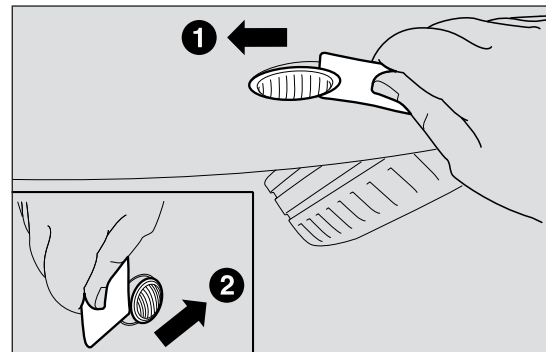

РИС. 128
- надавить на прозрачный корпус, воздействуя вначале от передней стороны к задней стороне (1 — РИС. 128);
- затем надавить в противоположном направлении, воздействуя с задней стороны (2 — РИС. 128), и извлечь блок В;